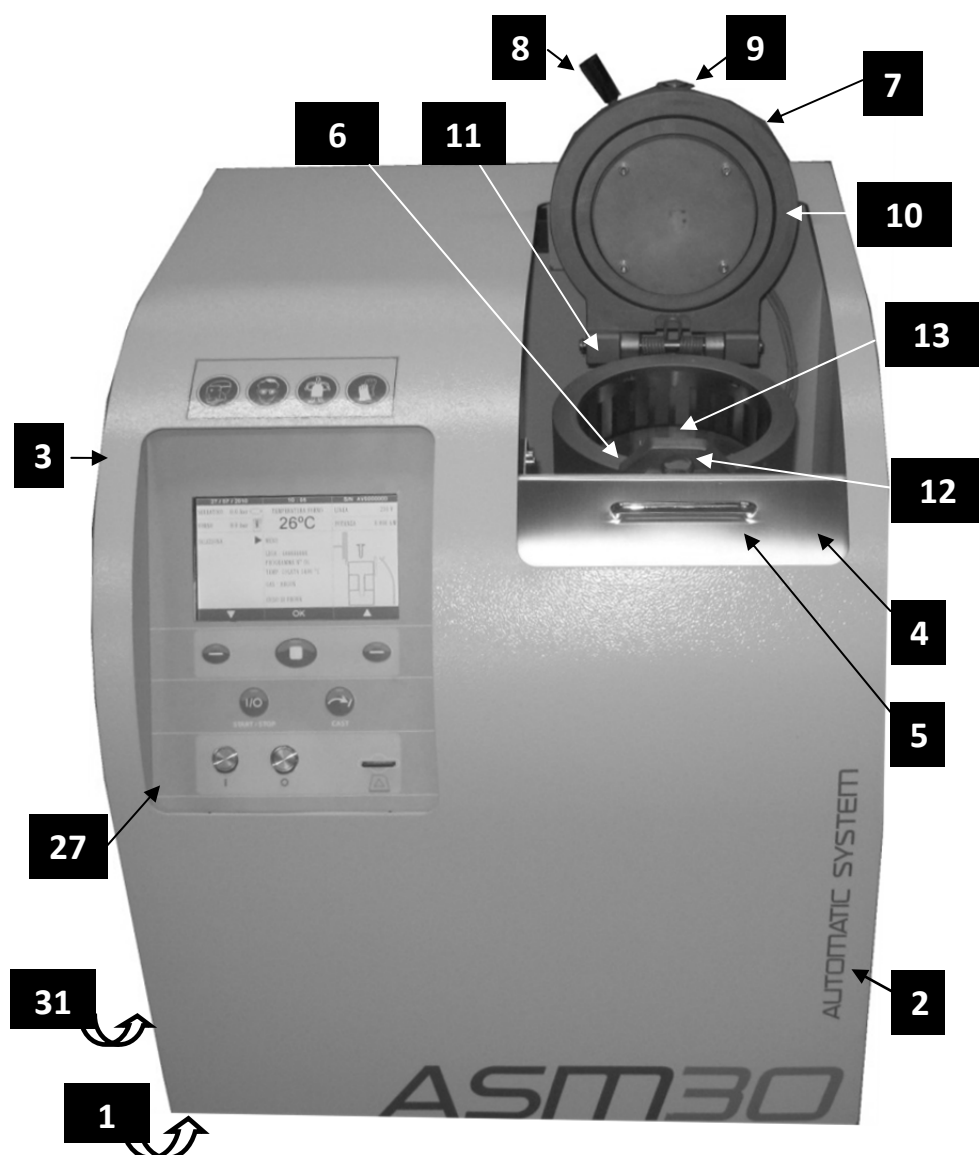

Fig. 1
- Un telaio, che supporta tutti gli altri particolari (Pos.1 Fig.1).
- Un mobile (Pos.2-Fig 1), asportabile, dotato di uno sportello laterale (Pos.3-Fig.1), che permette l'ispezione dei componenti elettrici e pneumatici e di uno sportello superiore (Pos.4-Fig.1), che protegge l'operatore durante il ciclo automatico.
- Un forno (Pos.6, Fig.1) dotato di coperchio con relativa chiusura (Pos.7, Fig.1).
Sempre nella parte anteriore sinistra del mobile vi è il pannello comandi (Pos.27, Fig.1), che comprende le schede elettroniche , i pulsanti di marcia e di arresto, i comandi per la gestione delle funzioni , il display a colori e la presa per la connessione con la SD .